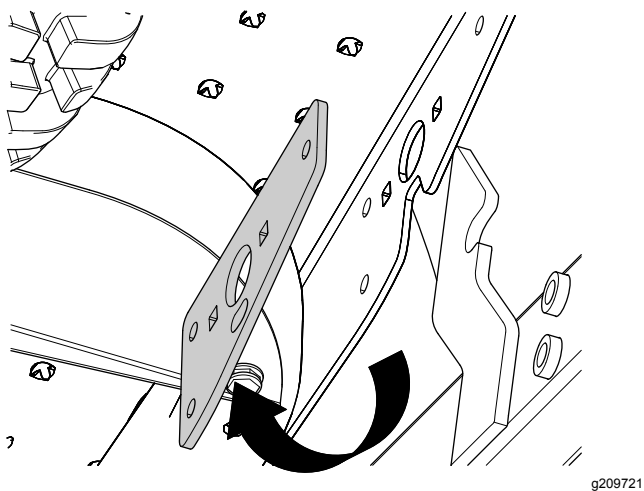

Figura 8
5. En el lado interior de la pestaña del reposapiés, alinee los tres taladros del soporte de giro con los 3 orificios de la pestaña (Figura 8).